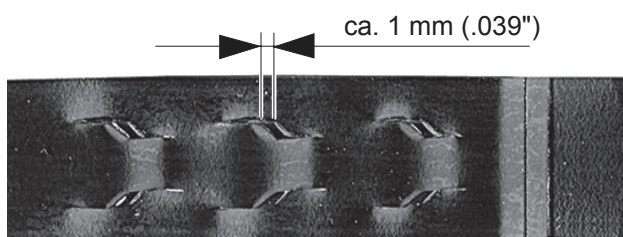

Fig. 7
- **Verschlusskontrolle durchführen (siehe Fig. 7).**
– **Verschlusskontrolle durchführen (siehe Fig. 7).**